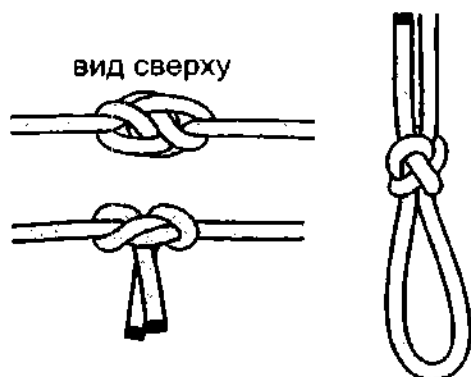

Рис. 844. **Скорняжный узел** и **скорняжная петля**.
**Скорняжный узел** сильно затягивается, но легко развязывается (рис. 844). Узел хорошо выдерживает большие нагрузки и отлично держит на синтетических верёвках и тонких лесках. **Скорняжный узел** применяется для связывания верёвок примерно одинаковой толщины.